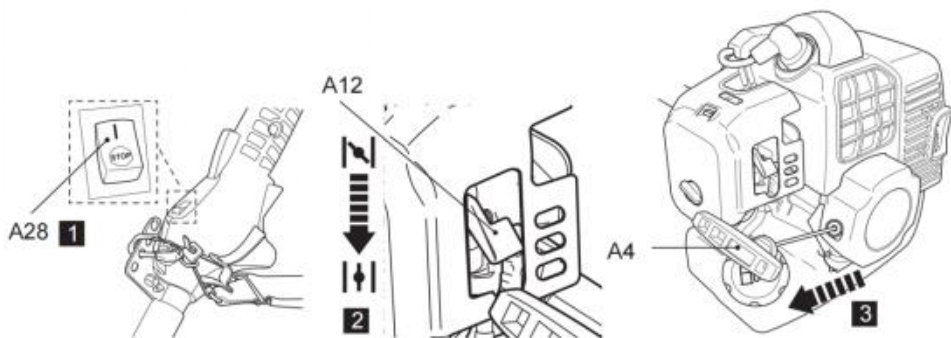

Fig. 40
5. Tirez légèrement la poignée du lanceur à rappel (A4) jusqu'à ce que vous sentiez une résistance, puis tirez-la rapidement. Répétez l'opération jusqu'à ce que le moteur démarre (Fig. 40).